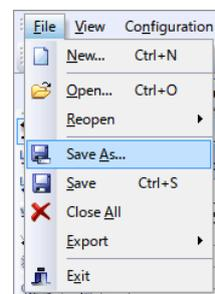

図 3-9
**File** メニューから、**Save As...** を選択します (図 3-9 参照)。
**File** メニューから、**Exit** を選択します (図 3-9 参照)。